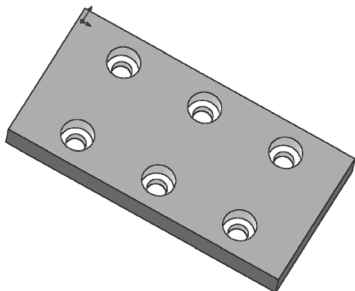

图 5-107 添加孔
8) 单击“孔规格”属性管理器中的  (确定) 按钮，添加的孔如图 5-107 所示。